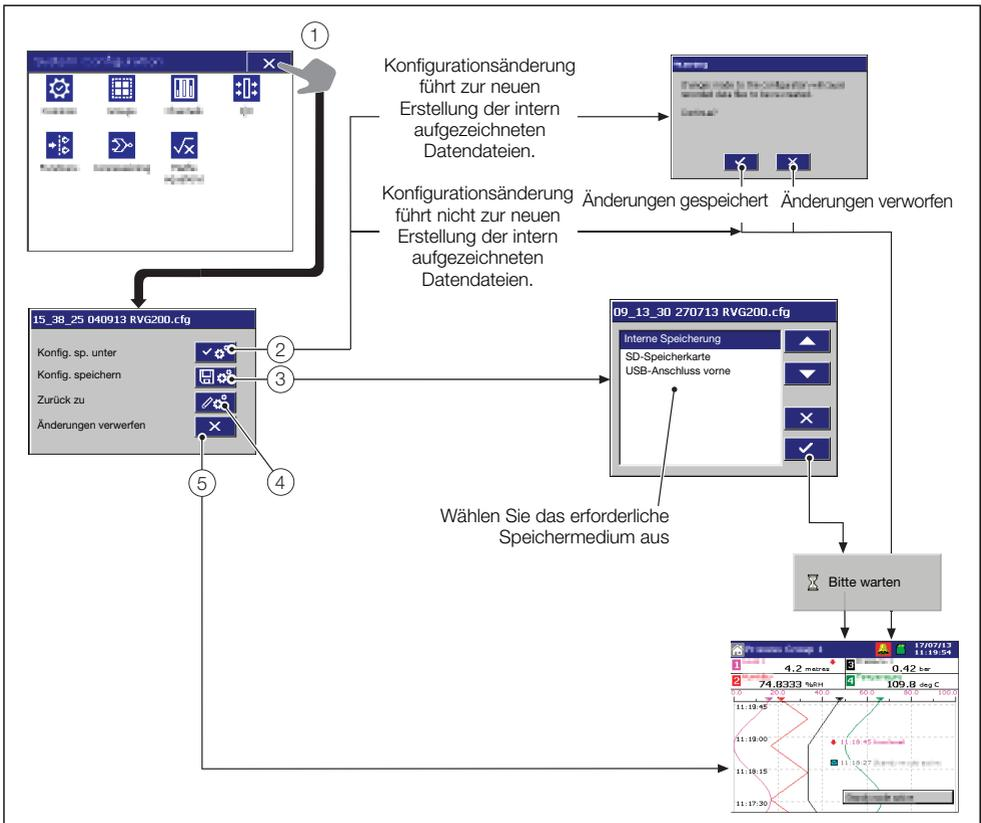

Abb. 8.7 Verlassen des Konfigurationsmodus
Wie in Abb. 8.7 gezeigt, verlassen Sie die **Konfigurationsebene** wie folgt:
- Änderungen an Datum und Uhrzeit werden sofort wirksam, wenn im Dialogfeld  berührt wird. Wenn Sie das Dialogfeld zum Einstellen von Datum und Uhrzeit (siehe oben) über die Schaltfläche  verlassen, werden die Änderungen nicht gespeichert. Berühren Sie beim Verlassen der **Konfigurationsebene** (siehe Abb. 8.7, Seite 68) die Schaltfläche , wird die Uhr **nicht** auf die vorherige Einstellung zurückgesetzt.
Hinweis: Die Einstellungen zur Sommerzeit treten sofort nach Auswahl einer Region in Kraft. Wenn jedoch beim Verlassen der **Konfigurationsebene** (siehe Abb. 8.7, Seite 68) die Schaltfläche  berührt wird, werden die zuletzt gespeicherten Sommerzeiteinstellungen wiederhergestellt.